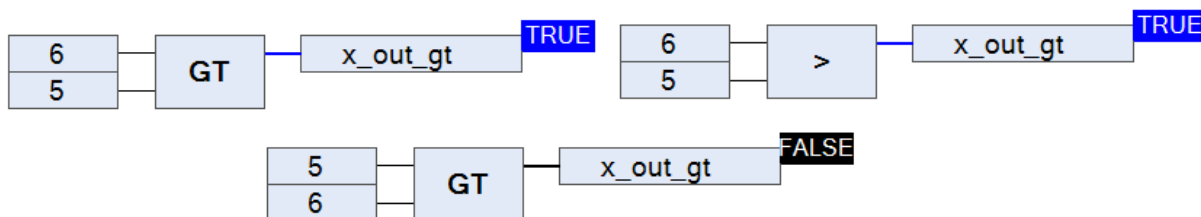

Рисунок 2.31 – Оператор сравнения «Больше»
**Оператор сравнения «Больше».** Оператор сравнения «Больше» может обозначаться письменно как «GT», так и символьно «>». Работает следующим образом: если значение первого входа больше значения второго – результатом будет логическая единица, иначе – логический ноль (рис. 2.31).